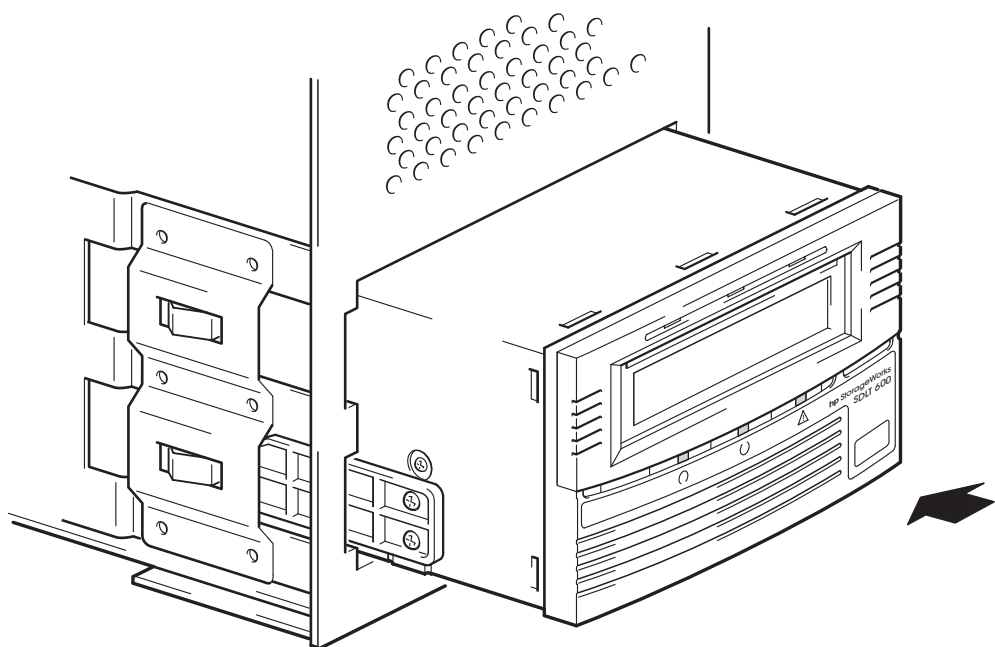

Рис. 6. Установка стримера
- 1 Вставьте стример в свободный отсек, выровняв полозья относительно направляющих (см. Рис. 6).